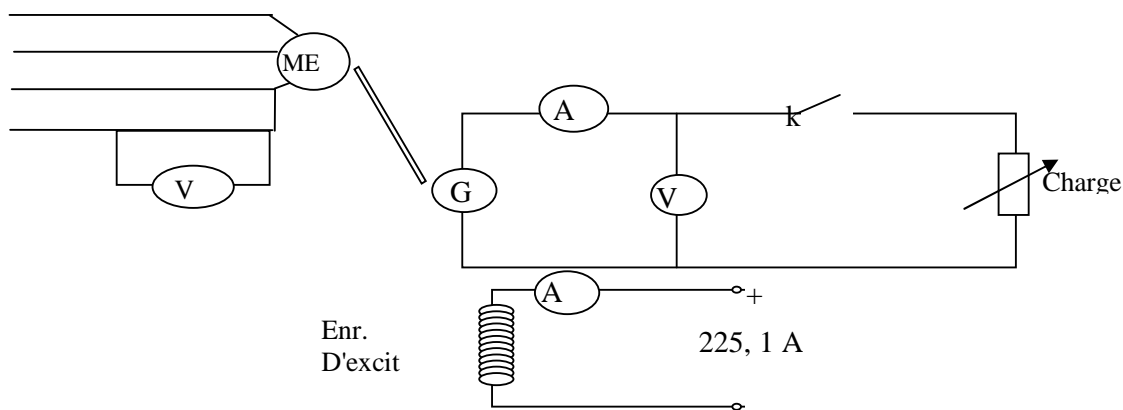

Fig. 1
- Réaliser le montage du système G-M (fig.1)
Exciter la génératrice avec K ouvert (fig.1) .